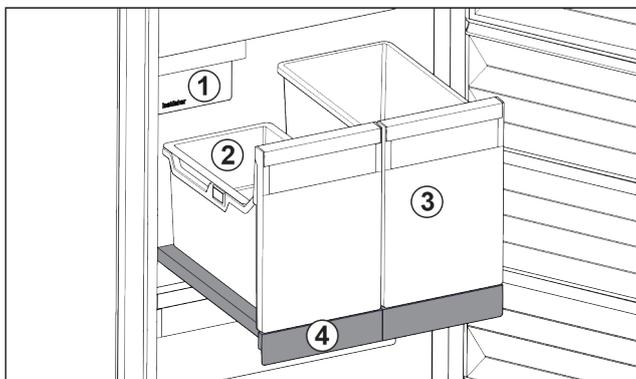

Fig. 93 Auszugsbord mit IceTower
Auf dem Auszugsbord sind zwei hohe Behälter (IceTower). Im Behälter Fig. 93 (2) werden Eiswürfel aus dem IceMaker gesammelt und gelagert. Behälter Fig. 93 (3) eignet sich für die Lagerung von hohen Lebensmitteln wie Pizzen oder alkoholischen Getränken.